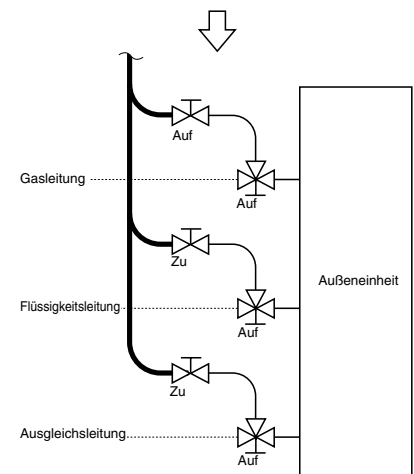

Abb. 6-6
- Wenn die zusätzliche Kühlmittelmenge nicht auf einmal eingefüllt werden kann, muss das restliche Kühlmittel in flüssiger Form am Wartungsventil der Gasleitung eingefüllt werden, wobei sich während des Probelaufs das System im Kühlbetriebsmodus befinden muss. (Abb. 6-6)